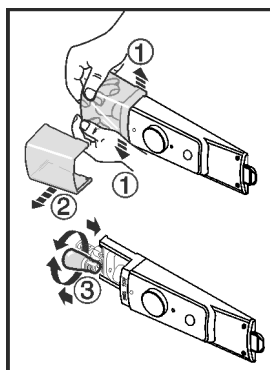

Fig. 10
- ▶ Pokrov svetilke glede na sliko spodaj v sprednjem delu povlecite narazen Fig. 10 (1) in izvlecite v stran Fig. 10 (2).
- ▶ Zamenjajte svetilko. Fig. 10 (3)